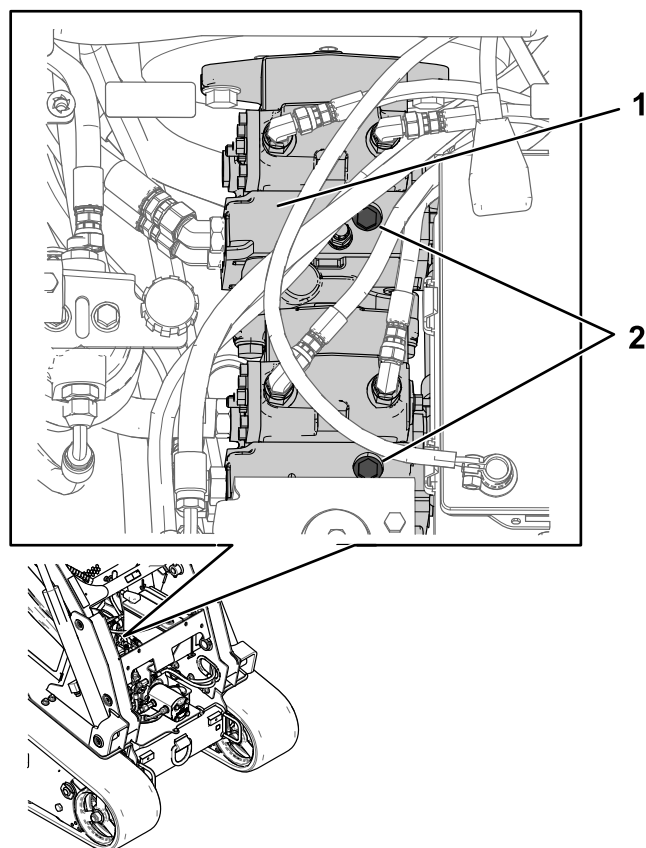

Figure 14
2. Utilisez une douille de 15 mm pour déposer les clapets de décharge supérieurs existants de la pompe tandem (Figure 14).